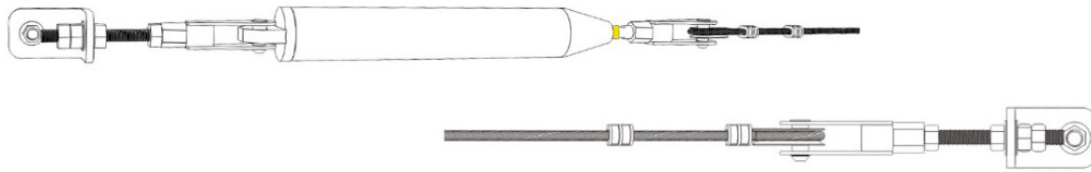

Рисунок 15
- появление жёлтого индикатора на штоке амортизатора НС 1008 [рисунок 15],